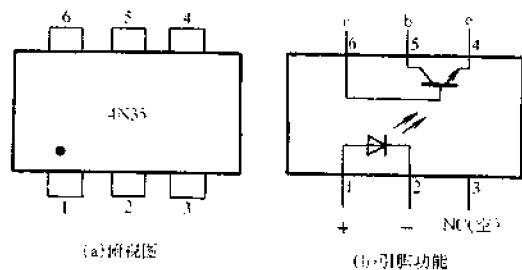
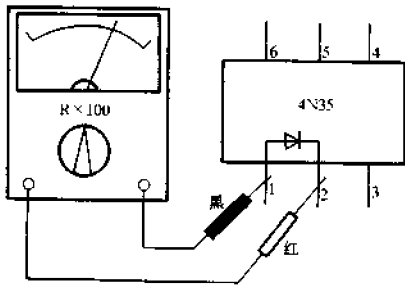
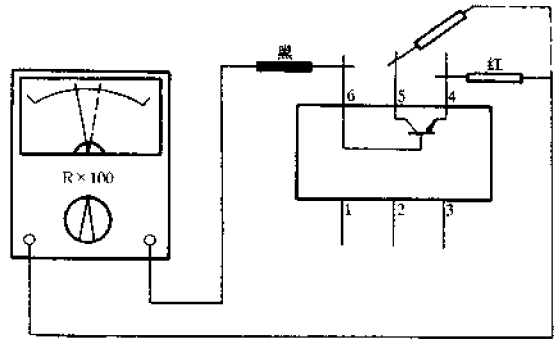

图 4-209 4N35 型光电耦合器外形及引脚
图 4-210 检测 4N35 内发光管单向导电性
图 4-211 检测 4N35 内光敏管好坏
被测光电耦合器的型号为 4N35,其外型及引脚排列方式如图 4-209 所示。该器件属于通用型光电耦合器,采用双列直插式封装,共
有 6 个引脚。图 4-209(a) 为俯视图, 从带圆点的一脚开始按逆时针数起, 依次是①~⑥, 各引脚功能已在图 4-209(b) 中标出。
(1) 检查内部发光二极管
测试方法如图 4-210 所示。将万用表置于  $R \times 100$  挡, 先用红表笔接②脚(发光管负极), 黑表笔接①脚(发光管正极), 测得正向电阻值为  $2k\Omega$ , 然后交换表笔测得反向电阻值为  $\infty$ 。说明发光二极管的单向导电性能正常。
(2) 检查内部光敏管
① 检测两个 PN 结是否正常。检测方法如图 4-211 所示。将万用表置于  $R \times 100$  挡, 黑表笔固定接⑥脚(接收管 b), 红表笔先接⑤脚(接收管 c), 测得阻值为  $850\Omega$ , 再接④脚(接收管 e), 测得阻值为  $890\Omega$ 。接着将红表笔接⑥脚(接收管 b), 用黑表笔依次接⑤脚和④脚, 所得阻值均为  $\infty$ 。测量结果表明光敏管的集电结和发射结都是正常的。